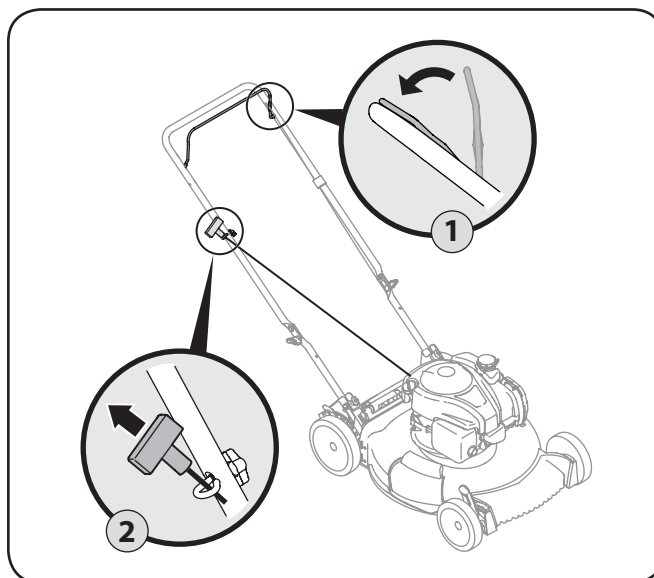

Figure 5-1
2. Sostenga firmemente las dos manijas juntas, tome la manija del arrancador de retroceso y tire de la cuerda para sacarla con un movimiento rápido y continuo. Vea Figure 5-1. Mantenga firme la manija del arrancador, deje que la cuerda regrese lentamente al arrancador. Repita hasta que el motor esté en marcha. Deje que la cuerda se enrosque lentamente de regreso.